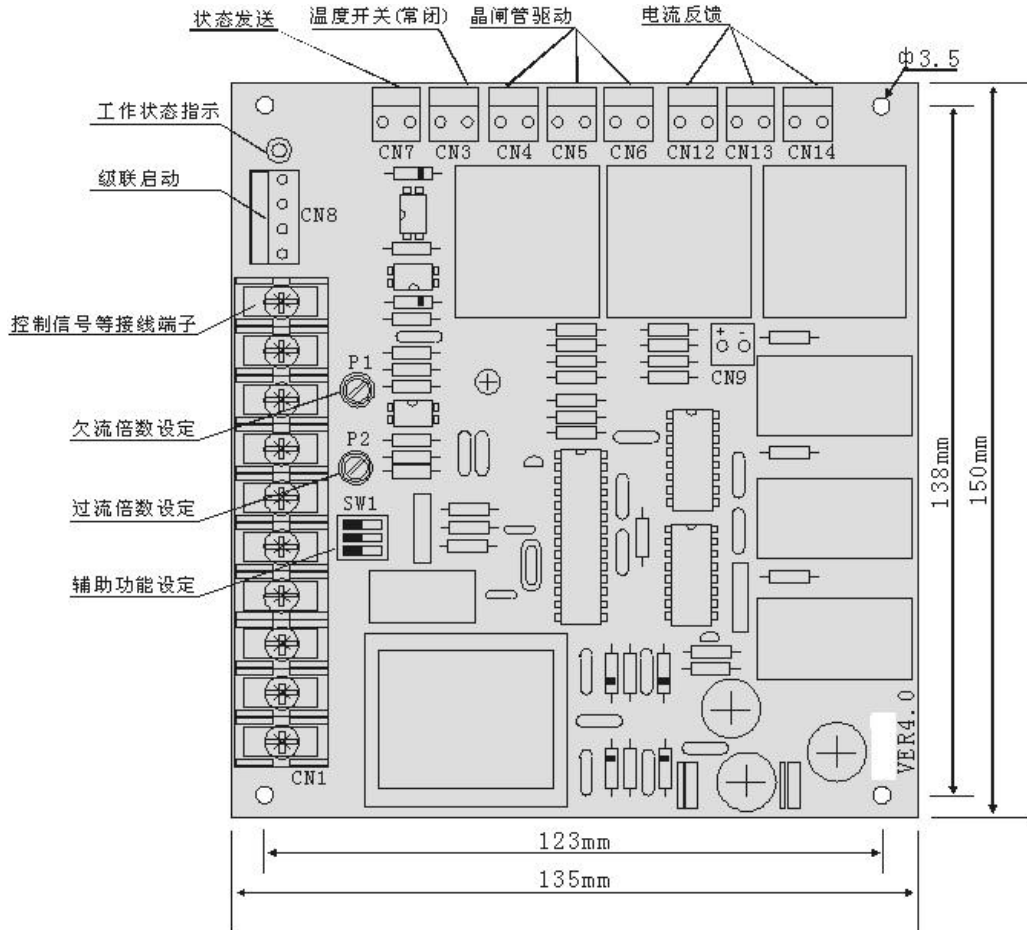

图 7
(1) 可能负载开路或未接负载
(2) 调压器的晶闸管模块击穿损坏。晶闸管模块输出端的电阻一般大于 500KΩ。
13. ZKZ3 控制板各部分说明及安装孔尺寸图 (图 7)